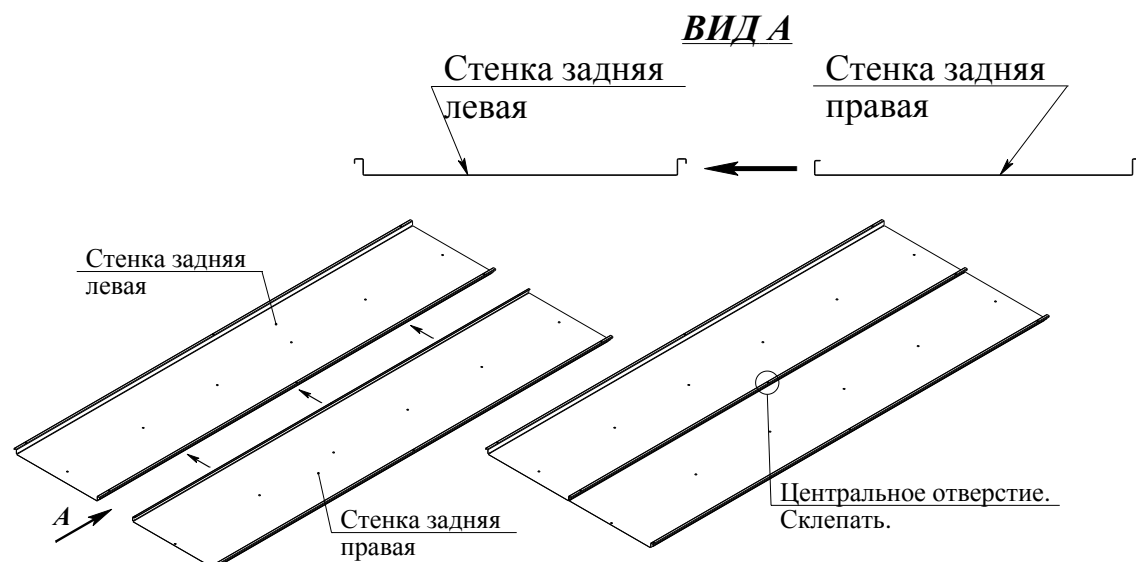

Рис.1
1. Расположить стенку заднюю левую и заднюю правую, как показано на рис. 1. Склепать между собой, **используя только по одному центральному отверстию** на отгибах.